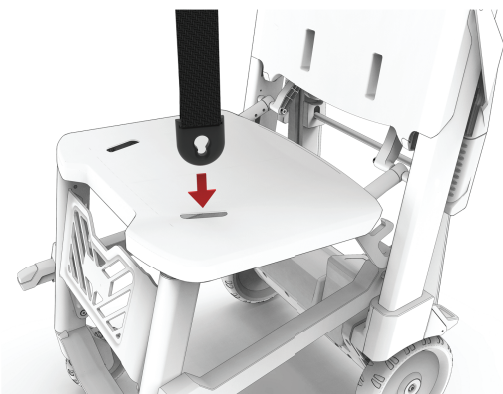
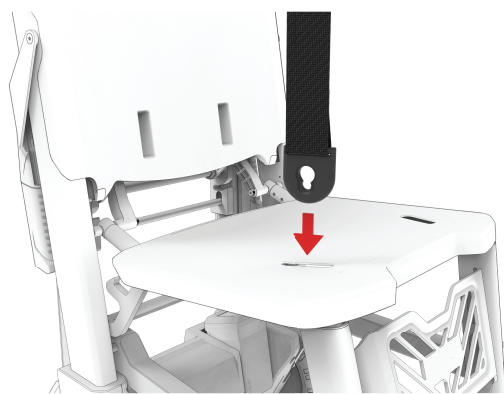

图 16 – 座椅夹扣，患者左侧
图 17 – 座椅夹扣，患者右侧
1. 使用患者右侧约束带，将患者右座椅夹扣插入座板的右孔 (图 16 和 图 17)。